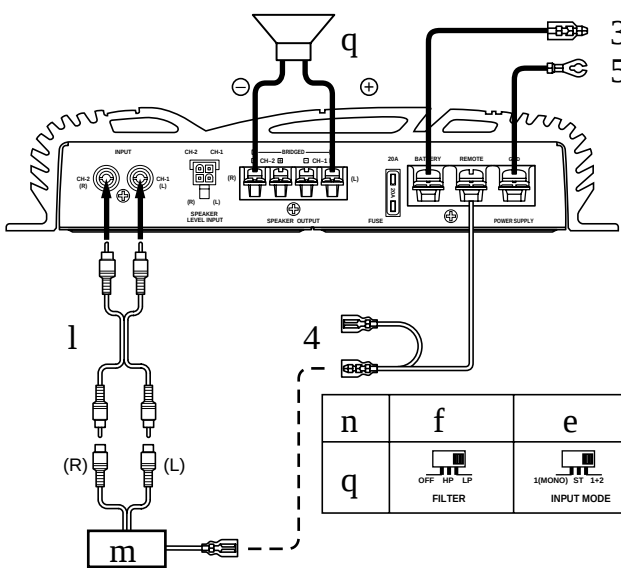

Fig. 5
- Set to the "1 + 2" position when the two channels are used for a subwoofer system which uses the right channel and left channel signals summed. The CH-1 and CH-2 inputs are summed, then output from the Speaker Output Terminals CH-1(+) and CH-2 (-). (Refer to Fig. 5.)
- Régler sur la position "1 + 2" lorsque les deux canaux sont utilisés pour un système de haut-parleur de sous-graves qui utilise les signaux mélangés des canaux droit et gauche. Les entrées de CH-1 et CH-2 sont mélangées puis sortent à partir des bornes de sortie de haut-parleur CH-1 (+) et CH-2 (-). (Se reporter à la Fig. 5.)
- Fijelo en la posición "1 + 2" cuando los dos canales se utilicen para un sistema de altavoz de frecuencias ultrabajas que emplee las señales sumadas del canal derecho y del canal izquierdo. Las entradas de CH-1 y CH-2 son sumadas, luego salen a partir de los terminales de salida de altavoz CH-1 (+) y CH-2 (-). (Refiérase a la Fig. 5.)